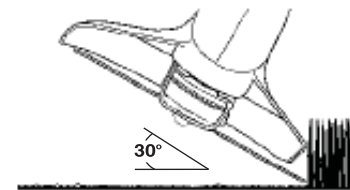

Fig. 12
- Gire toda la unidad de manera que el cabezal de corte quede a un ángulo de 30° respecto al suelo (Fig. 12).